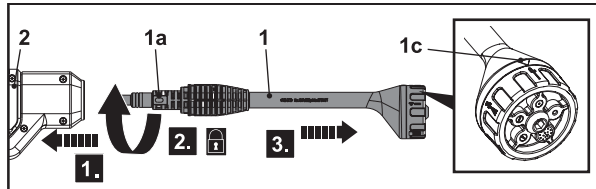

Fig. 1
1. Alinee e inserte las lengüetas (1a) de la lanza 5 en 1 (1) en las ranuras del puerto de conexión de la pistola pulverizadora (2) (Fig. 1, paso 1).
2. Gire la lanza 5 en 1 (1) hacia la derecha (paso 2) y, a continuación, tire ligeramente de ella hacia fuera (paso 3) para bloquearla en su sitio (paso 3).